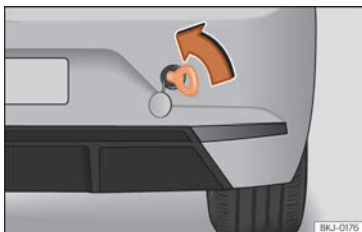

Fig. 102 Pare-chocs arrière droit : œillet de remorquage vissé
- Vissez l'œillet de remorquage dans le filetage »» fig. 102 jusqu'en butée et serrez-le à fond avec la clé pour boulons de roues.